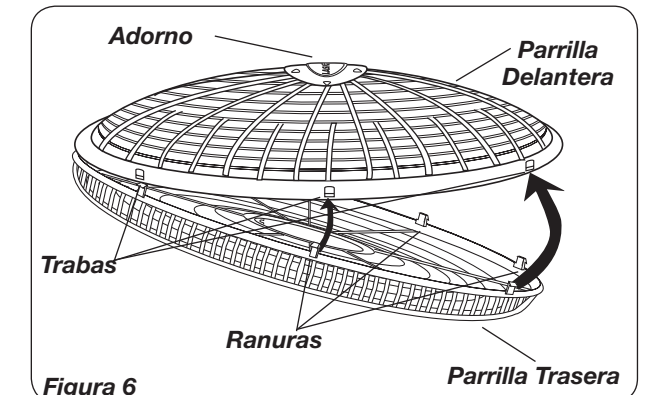

Figura 6
7. Con el cabezal del ventilador en posición vertical, alinee el *Adorno* de la *Parrilla Delantera* de modo que quede horizontal y con el lado debido hacia arriba. Empiece en la parte superior de la parrilla y siga hacia abajo, insertando las *Trabas* de la *Parrilla Trasera* en las *Ranuras* de la *Parrilla Delantera*. (Figura 6)